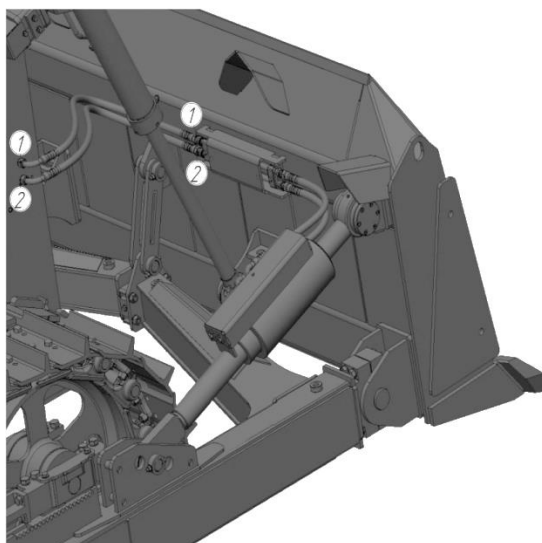
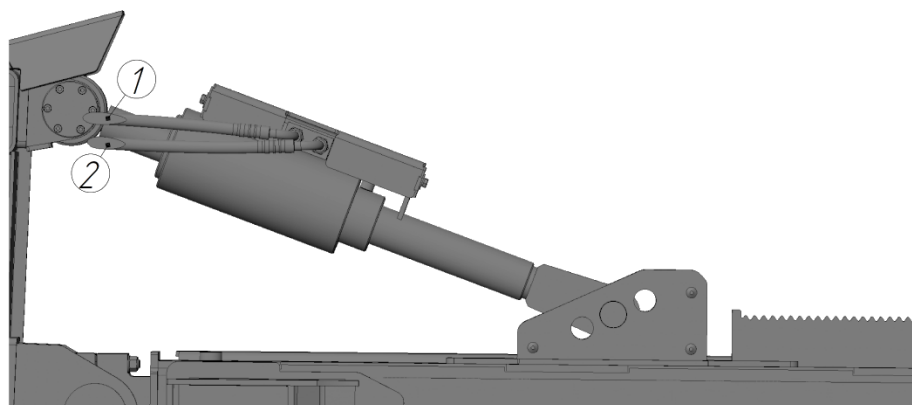

Рисунок 108 – Монтаж РВД гидроцилиндра перекоса отвала
Рисунок 109 – Монтаж РВД гидроцилиндра перекоса отвала
4) Монтаж РВД (Рисунок 108 и Рисунок 109).